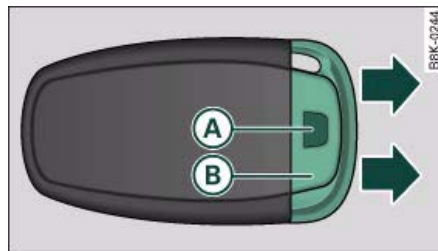

Fig. 17 Llave de control remoto: Extraer la llave de emergencia
- Pulse la tecla de desbloqueo **A** ⇒ fig. 17.